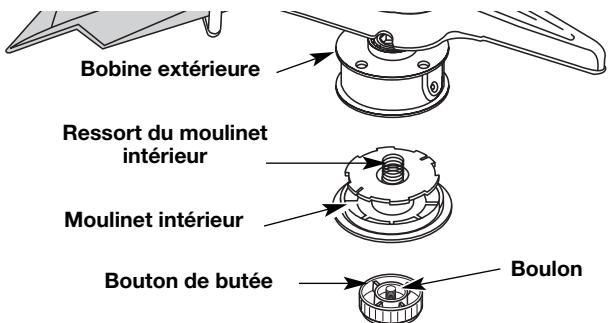

Fig. 30
1. Tenez la bobine extérieure d'une main et dévissez le bouton de butée vers à droite (Fig. 30). Inspectez le boulon à l'intérieur du bouton de butée pour vous assurer qu'il se déplace librement. Remplacez le bouton de butée s'il est endommagé.
2. Retirez le moulinet intérieur de la bobine extérieure (Fig. 30).
3. Retirez le ressort du moulinet (Fig. 30).
- Tenez la bobine extérieure d'une main et dévissez le bouton de butée vers à droite (Fig. 30). Inspectez le boulon à l'intérieur du bouton de butée pour vous assurer qu'il se déplace librement. Remplacez le bouton de butée s'il est endommagé.
- Retirez l'ancien moulinet intérieur de la bobine extérieure (Fig. 30).
- Retirez le ressort de l'ancien moulinet intérieur (Fig. 30).